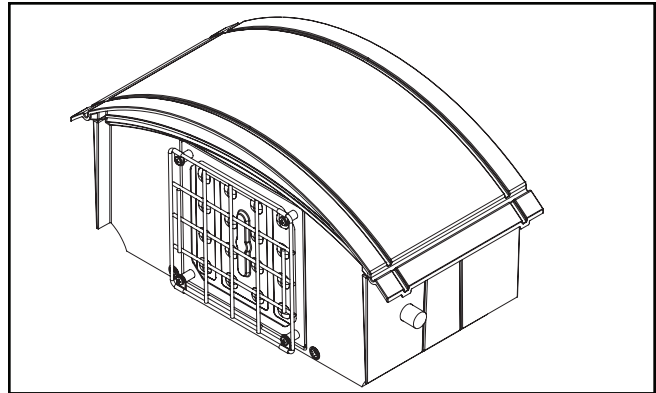

Figura 4a.
3. Alinee y asegure el protector de cables a la luminaria con 4 tornillos provistos. (Figura 4a).